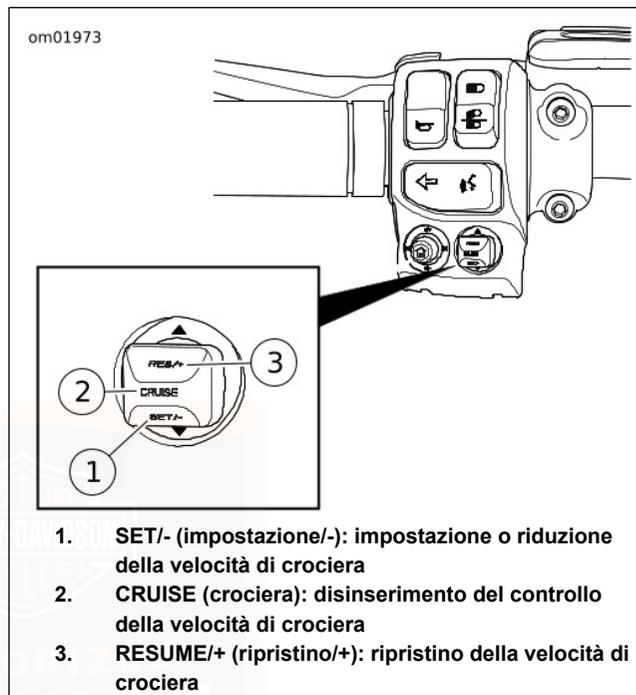

Figura 13. Funzioni del comando di controllo della velocità di crociera di sinistra (configurazione tipica)
1. Vedere Figura 13. Premere direttamente su CRUISE per attivare il controllo della velocità di crociera. La spia del controllo della velocità di crociera si accende in arancione per segnalare che il sistema è attivato. Vedere Figura 6.
Vedere Figura 13. Per ripristinare la velocità impostata (SET) precedentemente, premere RESUME (riprendi) (premere verso l'alto l'interruttore CRUISE).
Vedere Figura 13. Dopo aver impostato la velocità di crociera, premere rapidamente RESUME/+ (premere verso l'alto l'interruttore CRUISE) per aumentare la velocità, o SET/- (premere verso il basso l'interruttore CRUISE) per diminuirla. La velocità di crociera aumenta o diminuisce a intervalli di 1,6 km/h (1 mph).